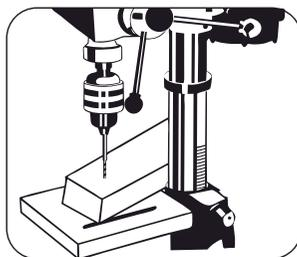

FIGURA 8.19
- A madeira deve estar em contato com o lado esquerdo da coluna. (Figura 8.19)